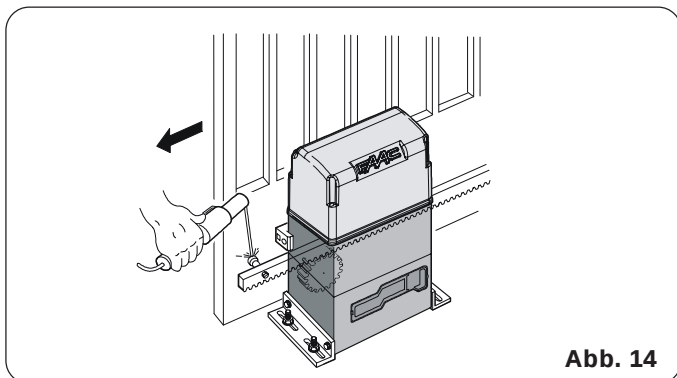

Abb. 14
- 3) Den ersten Teil der Zahnstange auf dem Ritzel bündig auflegen und den Gewindespernzahn wie in Abb.14 gezeigt auf das Tor schweißen.